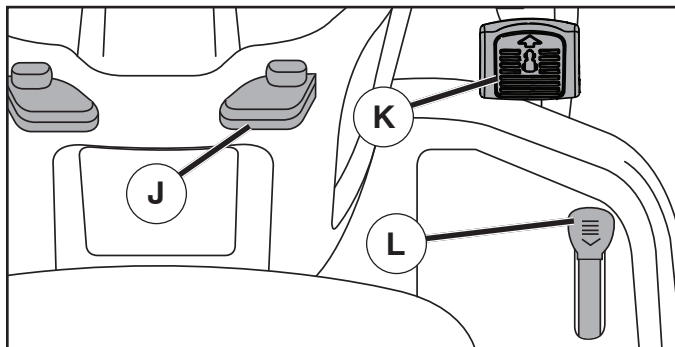

Fig. 20
POUR AVANCER ET POUR RECULER (Voir la Fig. 20)
- Appuyez doucement sur la pédale de marche avant (K) ou sur la pédale de marche arrière (L) pour commencer à vous déplacer. Plus vous appuyez sur la pédale, plus la vitesse au sol augmente.
COMMENT UTILISER LE RÉGULATEUR DE VITESSE (J) (Voir la Fig. 20)